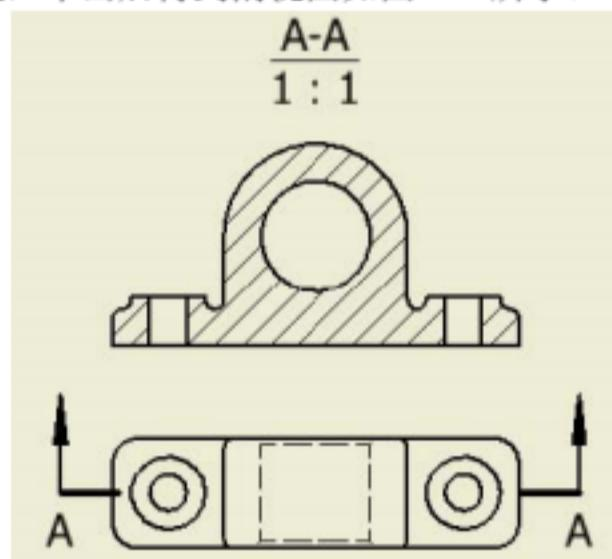

图5-16 创建剖视图
5) 选择视图要放置的位置，单击后得到剖视图如图5-16所示。